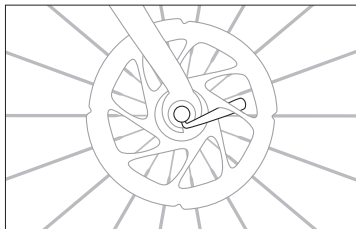

Figure 1.7 : un levier de système de blocage rapide mal positionné peut gêner les freins.
- Si la roue est fixée à l'aide d'un dispositif à blocage rapide, confirmer que le levier est bien fermé et placé en bonne position (aligné sur la base ou la fourche avant) et qu'il ne gêne pas les rayons ou le frein à disque quand la roue tourne (Figure 1.7).